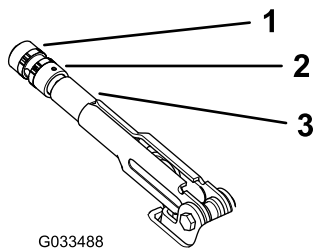

図 57
2. 調整ノブをブレーキレバーに固定している固定ねじをゆるめる 図 57。
3. ノブ 図 57 を回し、20-22 kg 程度の力でブレーキを作動させられるように調整する。
4. 調整が終わったら固定ねじを締める 図 57。